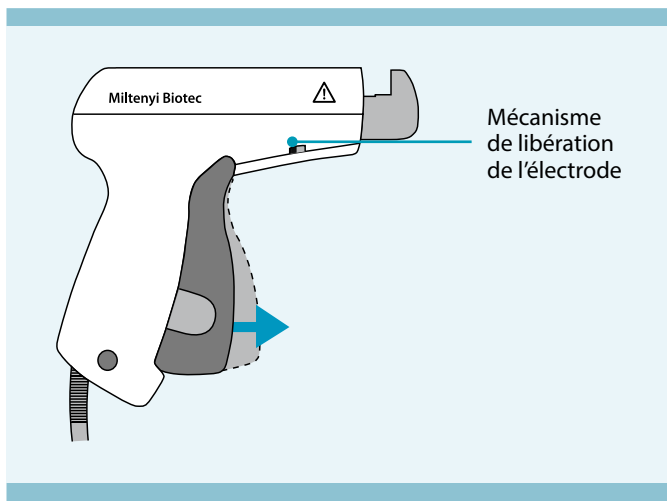

Figure 4.2 : Tirez la gâchette grise.
1. Tirez la gâchette grise jusqu'au « clic » pour libérer l'électrode de devant. Poussez ensuite vers l'avant le mécanisme de libération de l'électrode (voir Figure 4.2).